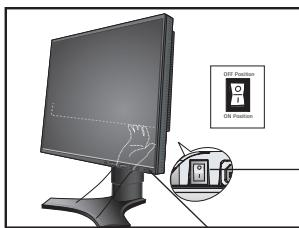

Figura 9
8. El interruptor situado en la parte posterior del monitor junto a la entrada de CA debe estar en la posición de ACTIVADO para que el monitor funcione (Figura 9). Encienda el monitor con el botón frontal de encendido, luego encienda la computadora.